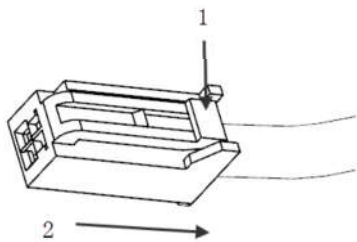

图8-1-8防盗警示灯等接插件拆卸示意图
a. 拆卸防盗警示灯、座椅记忆开关、门灯、氛围灯接插件：如图8-1-8，用力沿箭头1方向压住卡脚，再向箭头2方向拔出线束插头。